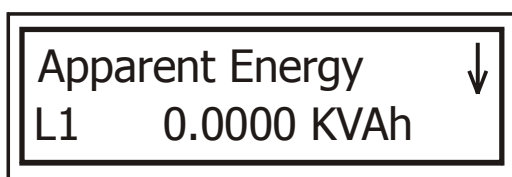

Рис. 41
2. Нажмите , на дисплее появится экран значений полной энергии. Используйте кнопку , чтобы посмотреть полную энергию во всех трех фазах и суммарную полную энергию (рис. 41):